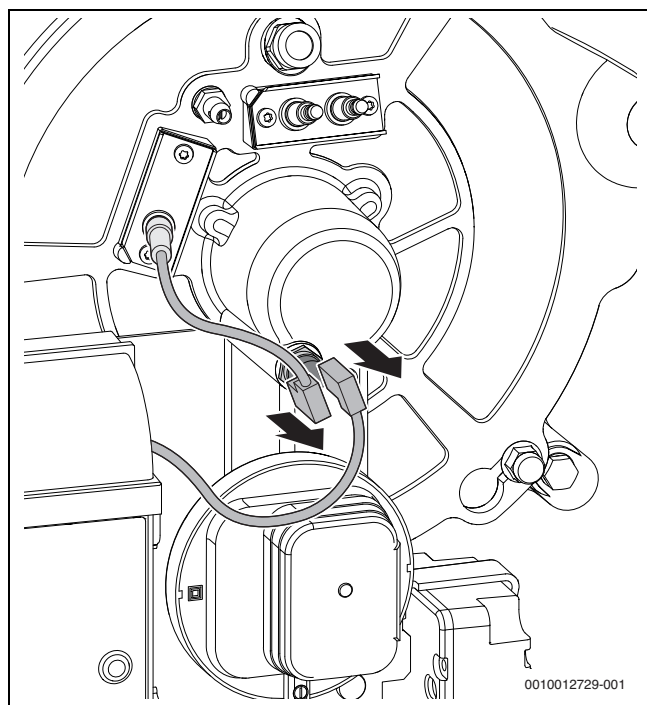

Fig. 87 Retrait du connecteur sur le thermostat
- Retrait du connecteur sur le thermostat (→ fig. 87)